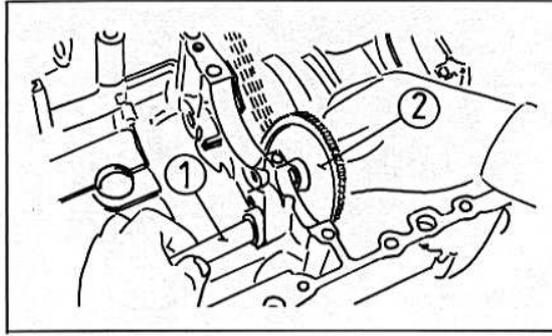

Bild 228
- Die Welle und das Vorgelegezahnrad ausbauen (Bild 228).